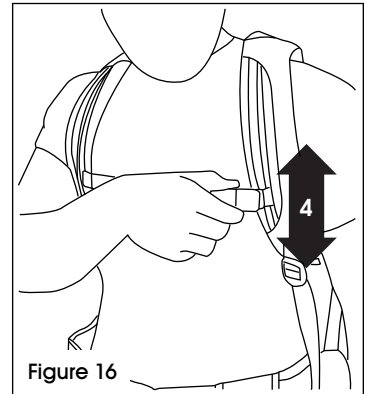

Figure 16
- Faites glisser les sangles de poitrine vers le haut ou le bas pour ajuster. (Voir Figure 16)